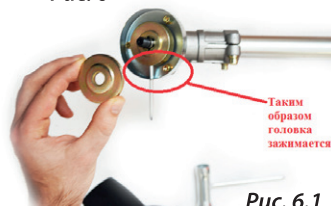
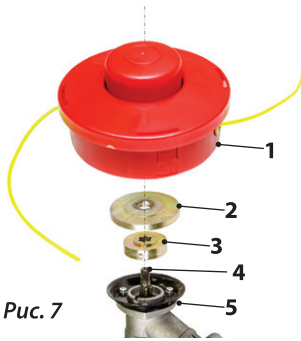

Рис. 6.1
Рис. 6.2
1. Установите внутренний фланец (5) на выходной вал (6) и поверните так, чтобы ключом через отверстие в корпусе редуктора (7) застопорить его (рис. 6.1/ рис. 6.2).
2. Установите нож (4) на посадочное место во внутреннем фланце (5).
3. Установите на выходной вал (6) прижимной фланец (3) и отбойник (2).
4. Закрутите гайку (1) с помощью ключа. Резьбовое соединение имеет левую резьбу, поэтому закручивание произведите в направлении против часовой стрелки.